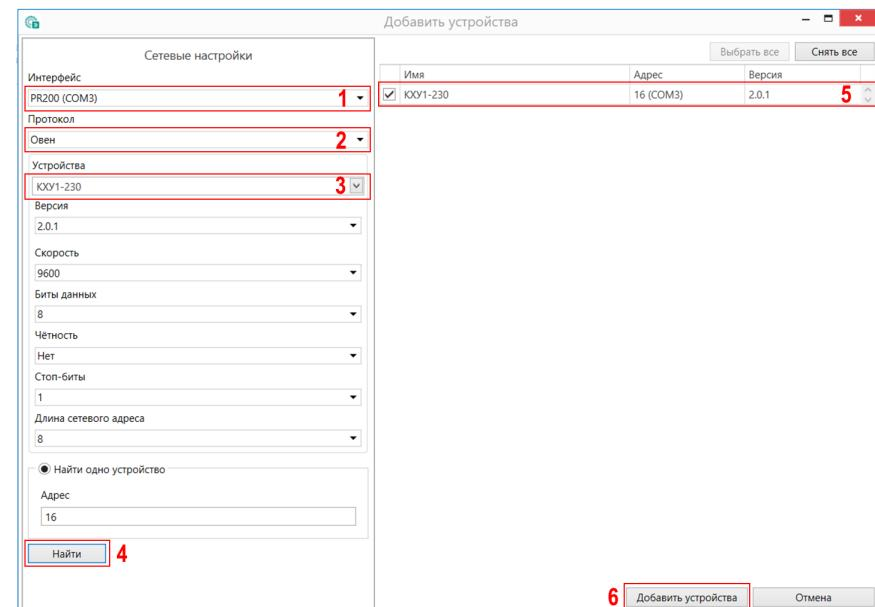

Рисунок 12.1 – Настройки связи с устройством
6. Выбрать интерфейс «PR200 (COM3)» (см. рисунок 12.1, 1). Номер COM порта, присвоенный прибору, можно узнать в Диспетчере устройств Windows.
7. Выбрать протокол **ОВЕН** (см. рисунок 12.1, 2).
8. Выбрать устройство (рисунок 12.1, 3). Модификация прибора указана на боковой стороне прибора.
9. Выбрать «Найти одно устройство», если добавляется один прибор. Запустить поиск нажатием на кнопку «Найти» (см. рисунок 12.1, 4).
10. Выделить найденное устройство (см. рисунок 12.1, 5).
11. Добавить устройство в проект Конфигуратора кнопкой «Добавить устройства» (см. рисунок 12.1, 6).
1. Нажать на кнопку **Обновить устройство** в контекстном меню выбранного устройства или в главном меню. Откроется диалоговое окно для смены встроенного ПО устройства. Можно обновить одно или несколько устройств. Устройства следует выделить в области устройств (см. рисунок 12.1, 5) и выбрать **Обновить устройство** в контекстном меню или главном меню.